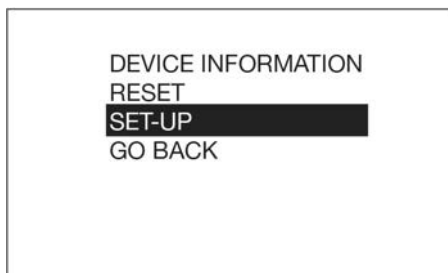

FIG. 24
- Utiliser la touche fléchée HAUT ou BAS du clavier pour mettre le menu SET-UP (Configuration) en surbrillance (FIG. 24) puis appuyer sur la touche ENTRÉE sur le clavier pour sélectionner l'option SET-UP (Configuration).